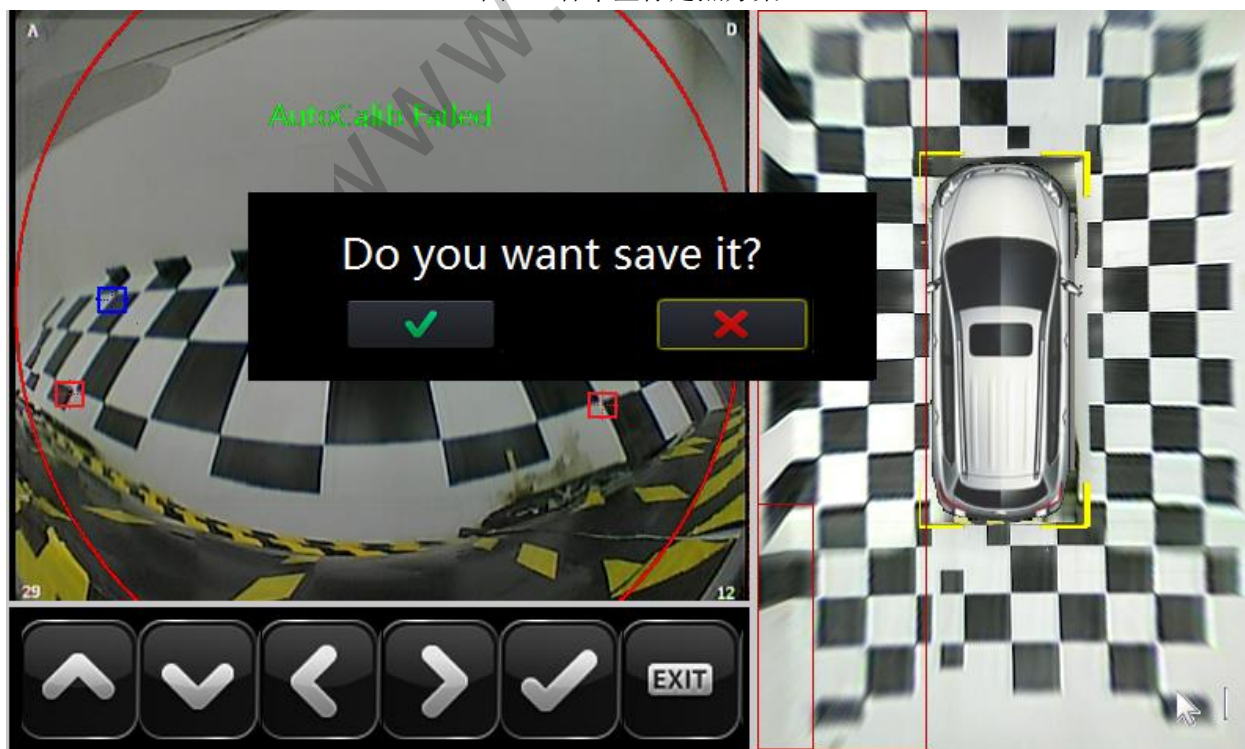

图4.9 数据保持界面
⑤、当前、后、左、右共20个标定点都拖动到相应位置后，确认右边的拼接效果，若存在拼接错位，请再次确认所有标定点是否到位，或者查看标定布是否摆放整齐；若拼接效果满足要求，则点击“退出”按钮，之后会弹出图4.9所示的数据保存界面，若觉得当前标定效果不好想要退出重新标定，则点击“否”退出标定后再重新标定，点击“是”将保存数据，系统将重启（约1分钟），标定人员可确认标定效果